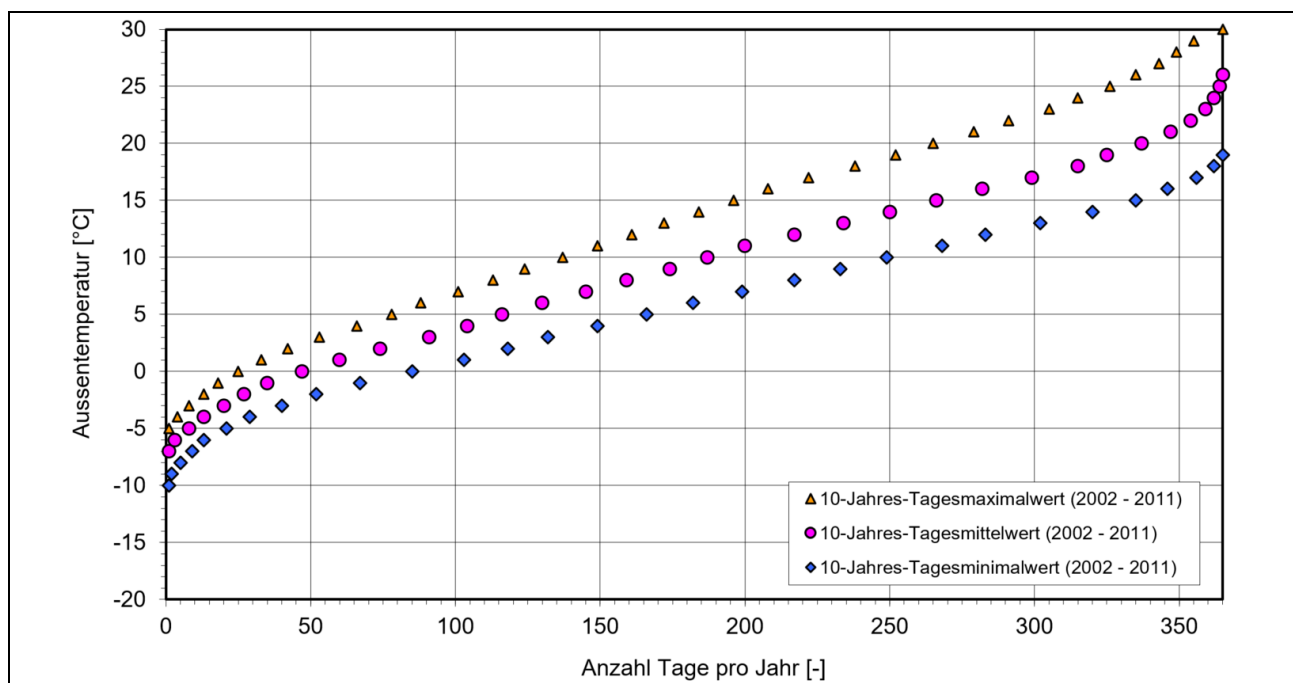

Abbildung 17: Jahresdauerlinien der Aussentemperatur (Zürich/Fluntern)
5.6.2 Jahresdauerlinien der Aussentemperatur (Abbildung 17)
Aus der Lastkennlinie und der Jahresdauerlinie der 10-Jahres-Tagesmittelwerte (Abbildung 17) berechnet das Programm nun die Summenhäufigkeit der benötigten Wärmeleistung. Beachtet werden muss hier, dass die gestrichelte gewichtete Lastkennlinie gemäss Abbildung 14 verwendet wird, die gemäss Tabelle 9 berechnet wurde. Dies bedeutet: